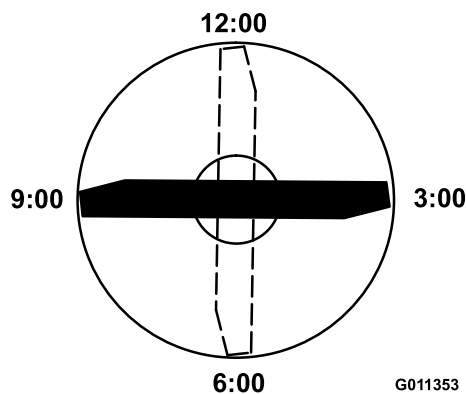

Figura 122
4. Coloque el filo de corte del extremo marcado de la cuchilla en la posición de las 12 (hacia adelante, en el sentido de la siega) (Figura 122) y mida la altura desde la mesa hasta el filo de corte de la cuchilla.
5. Gire el extremo marcado de la cuchilla a las posiciones de las 3 y de las 9 (Figura 122) y mida las alturas.